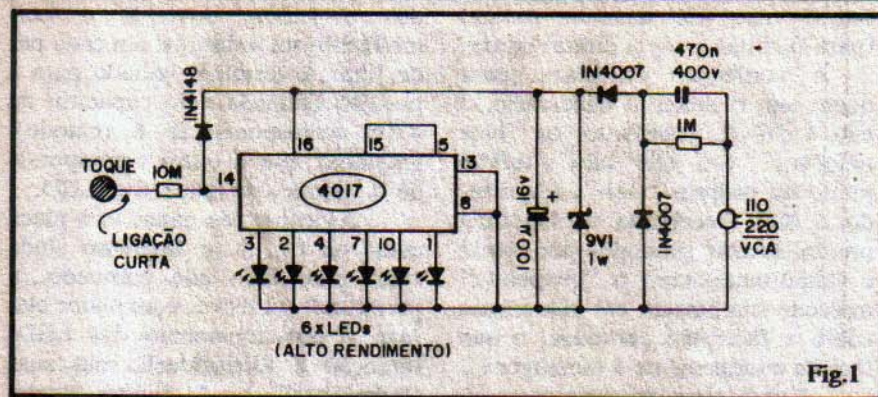

Fig.1
A fig. 1 mostra o diagrama esquemático do circuito do DELET, extremamente simples, graças à utilização de versátil Integrado da “família” digital C.MOS (4017) e aos outros “truques” simplificatórios que permitem minimizar a quantidade de componentes. O Integrado 4017 é (como já sabem os hobbystas “contumazes”...) um contador de década, ou seja: conta os pulsos recebidos em um pino de entrada (14) e os sequencia através de 10 saídas (das quais apenas 6 são usadas no circuito do DELET).